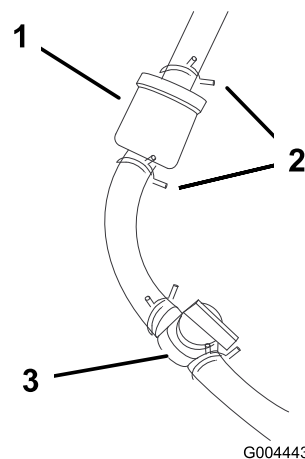

Figura 36
4. Cierre la válvula de cierre de combustible (Figura 36).
5. Apriete los extremos de las abrazaderas y deslícelas por el tubo alejándolas del filtro (Figura 36).
7. Instale un filtro nuevo y acerque las abrazaderas al filtro para sujetar el tubo de combustible (Figura 36).